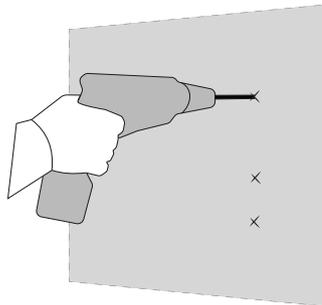

Figure 5 :
3. Percez les trous souhaités sur la surface de montage en fonction des repères et insérez les chevilles. Voir Figure 5.